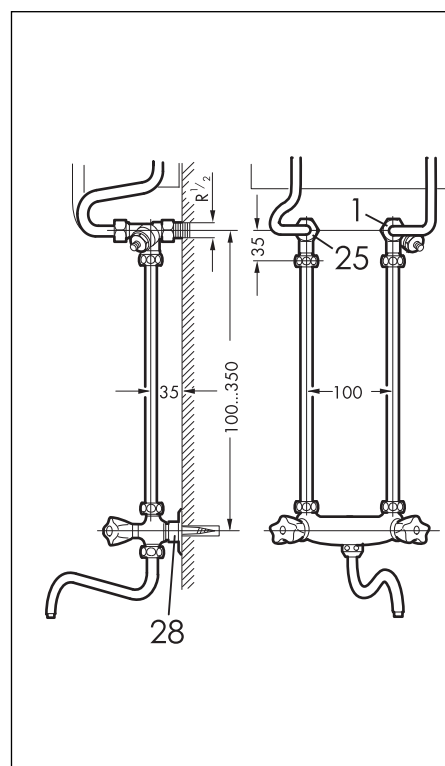

Рис. 5.6
Напорные двухвентильные смесители через обе подсоединительные трубы** привинчивают к подсоединительным патрубкам (1 и 25). В случае прямого подсоединения холодной воды к VED.../4 EP смеситель, при помощи крепежной детали (28)** – как показано на рис. 5.6 – крепят к стене. В случае подсоединения холодной воды через смеситель, последний с помощью присоединительного патрубка R 1/2 (29)** – как показано на р. 5.7 – соединяют с трубой холодной воды.
Пояснение к рис. 5.6 и 5.7